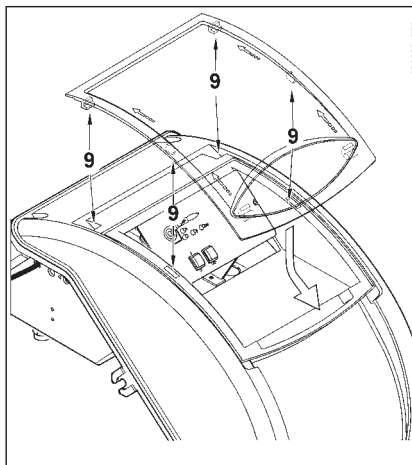

Figura 5
- Para una correcta redistribución de la portezuela transparente en el cuadro proceder como se indica en la figura 5: colocar los ganchos en correspondencia de sus respectivos alojamientos(9), desplazar la portezuela en la dirección indicada por la flecha hasta escuchar un ligero chasquido. Al llegar a este punto queda garantizada una estanqueidad adecuada.